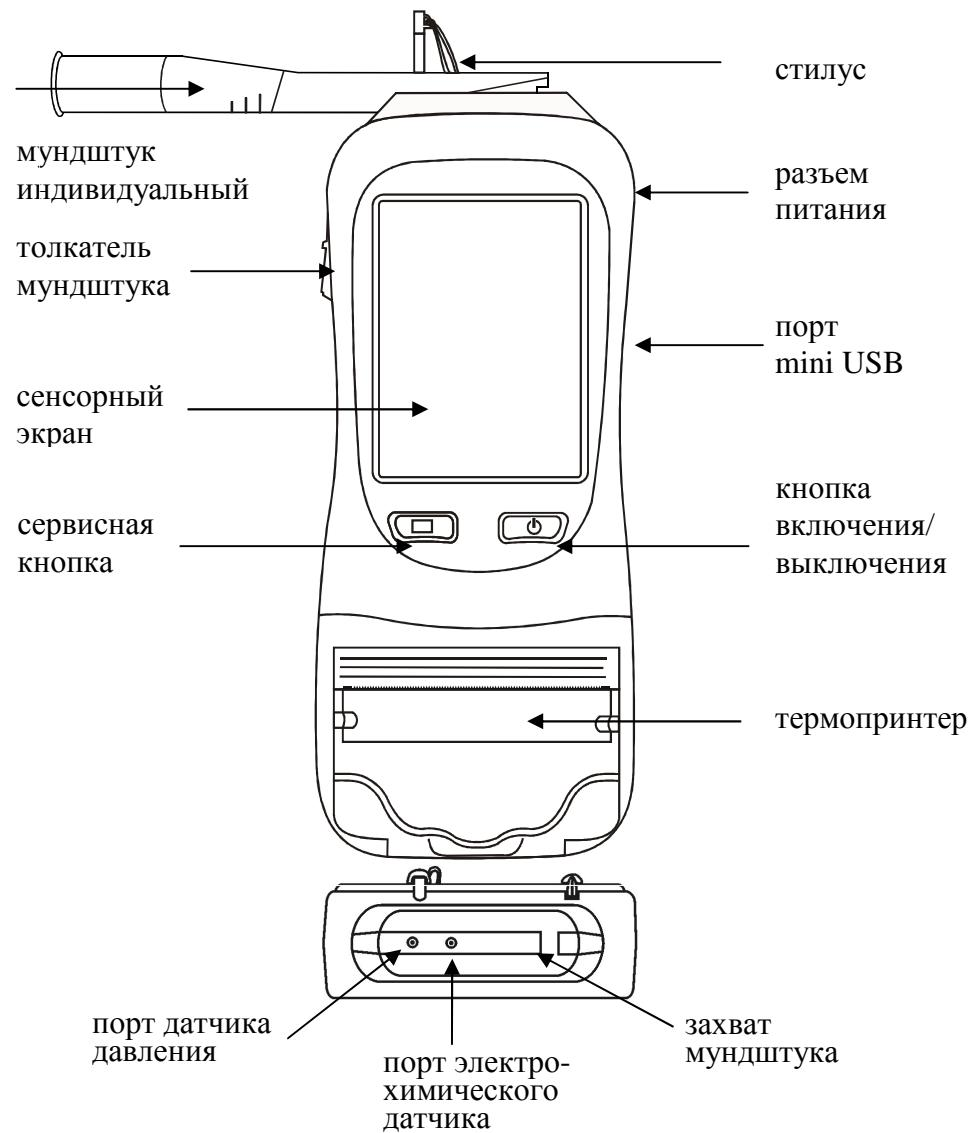

Рисунок 1 – Внешний вид анализатора
1.4.15 Между направляющими для установки мундштука анализатор имеет **два входных порта заборной системы**; через один (металлический) воздух поступает на датчик давления, через другой (черный пластиковый) воздух поступает на электрохимический датчик (рисунок 1, вид сверху).